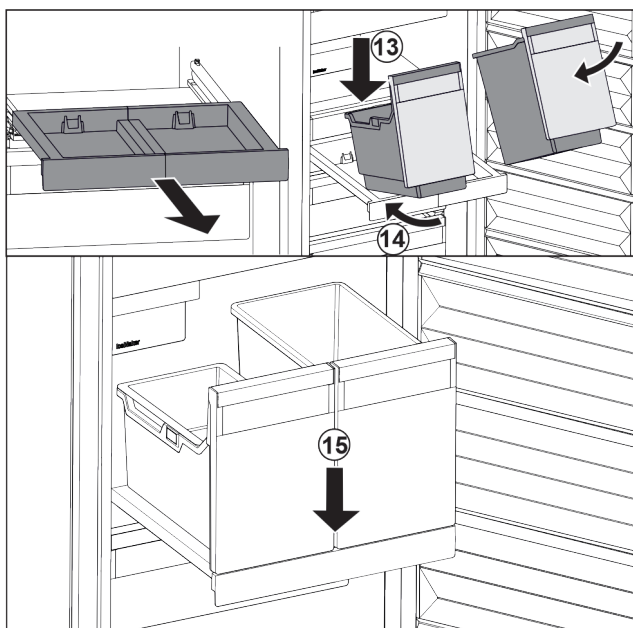

Fig. 28
- ▶ Założyć pojemnik pod skosem na wysuwaną półkę. Fig. 28 (13)
- ▶ Wsunąć pojemnik pod skosem do tyłu. Fig. 28 (14)
- ▶ Osadzić pojemnik z przodu. Fig. 28 (15)